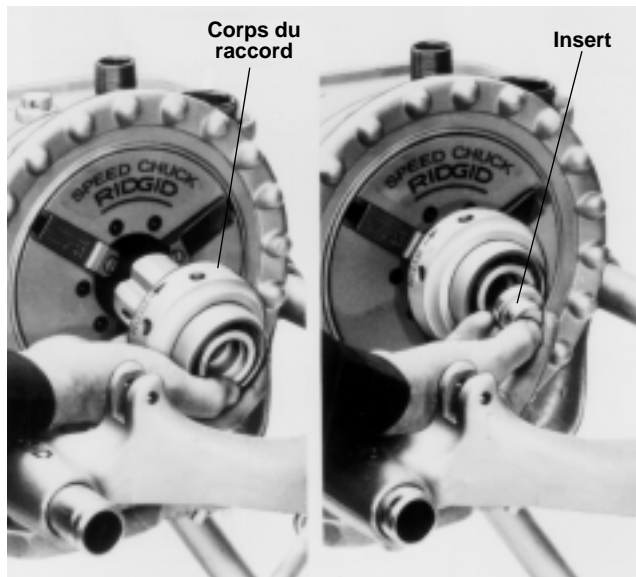

Figure 23 – Installation du corps du raccord et de l'insert
3. Placez le corps du raccord (Figure 23) dans le mandrin du système d'entraînement en accrochant les rainures des mors. Serrez le mandrin en tournant le volant par à coups à plusieurs reprises.
4. Positionnez l'insert (Figure 23) avec sa petite extrémité vers le mandrin pour les tuyaux de 1/8" à 3/4" po, et avec sa grande extrémité vers le mandrin pour les tuyaux de 1 po; aucun insert n'est nécessaire pour les tuyaux de 1 1/4" po et plus.